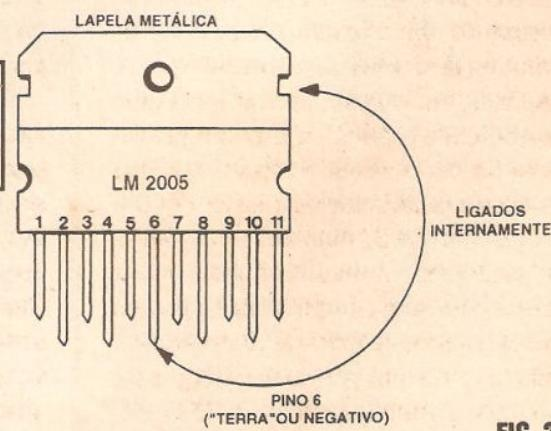

FIG. 2
- FIG. 2 - O INTEGRADO LM2005, SUA ABA METÁLICA E O CORRESPONDENTE PINO - No **LM2005**, também a “lapela” externa para acoplamento do dissipador faz contato elétrico direto com o pino central, ou seja, o de número 6 entre as 11 “pernas” do “bichão”... Coincidentemente, corroborando o que já dissemos, esse é o pino do **negativo** da alimentação... Então, de novo lembramos: tanto a aba metálica, quanto o eventual dissipador a ela acoplado de forma direta, **não podem** “en-